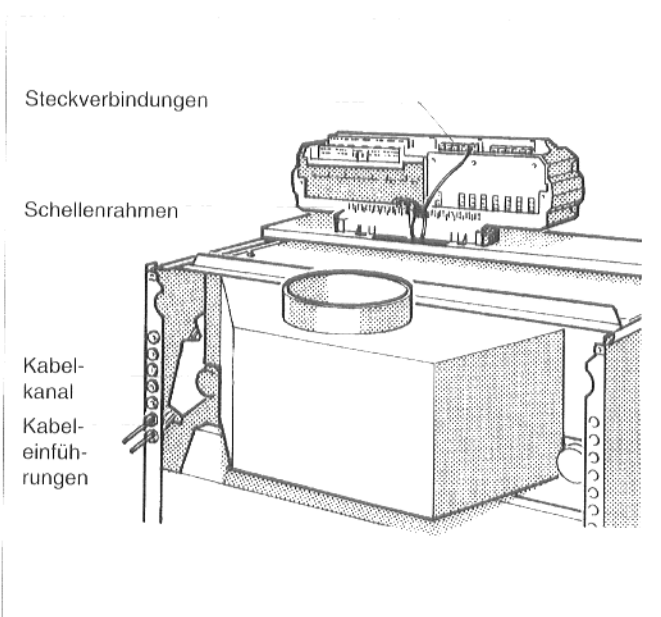
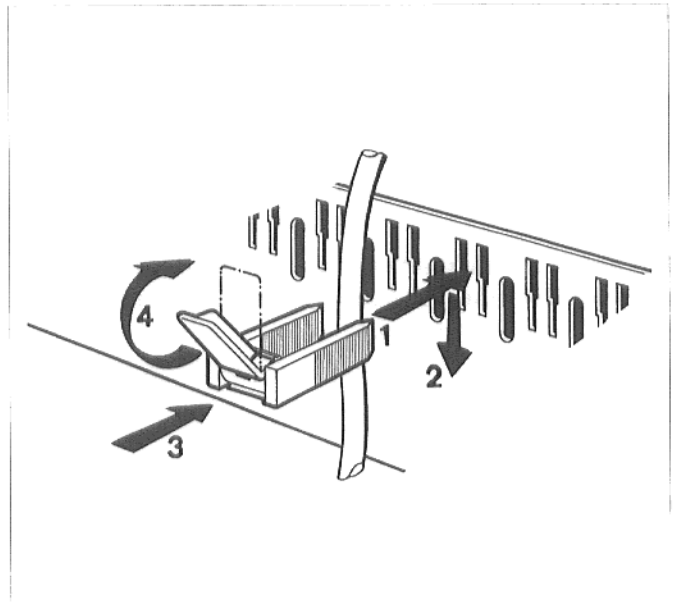

Abb. 19: Kabelführung und Steckverbindungen
Abb. 20: Leitung mit Kabelschelle sichern
- Bauseitige elektrische Anschlußleitungen von hinten durch die Kabeleinführungen im Kabelkanal verlegen und durch die Öffnung in der vorderen Kesselhaube zum Regelgerät führen (Abb. 19).
- Bauseitige elektrische Anschlüsse nach Schaltplan an den Steckverbindungen des Regelgeräts herstellen (Abb. 19).
- Alle Leitungen mit Kabelschellen sichern: Kabelschelle mit eingelegter Leitung von oben in die Schlitze des Schellenrahmens (Abb. 19) einsetzen; der Steg des Hebels muß dabei nach oben zeigen. Kabelschelle herunterschieben und gegendrücken. Hebel nach oben umlegen (Abb. 20).